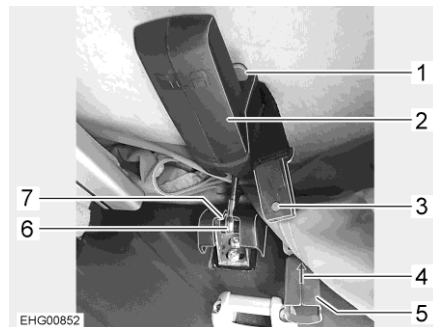

Bild 35 Lås, uppfällbart tak, bak (C 530)
- Sätt i bulten (Bild 35,6) i fästet (Bild 35,7).
- Tryck det svarta handtaget (märkt SCA) (Bild 35,2) uppåt.
- Tryck den röda spaken (Bild 35, 1) nedåt. Detta låser det svarta handtaget (märkt SCA) (Bild 35,2).
- Stäng säkerhetslåset (Bild 35,5) på båda sidor. Sätt ihop de två delarna av säkerhetslåset och skjut dem över varandra i pilens riktning (Bild 35,4).